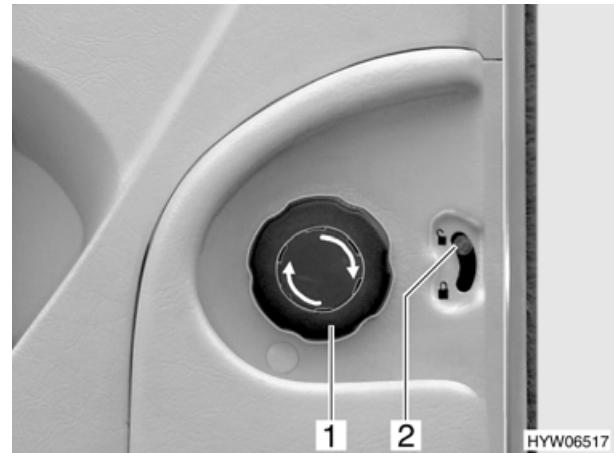

Fig. 23 Serratura della porta di ingresso, lato interno
- Girare la manopola (Fig. 23,1) nella direzione indicata dalla freccia. La serratura della porta si sblocca.
- Spingere il bottone di sicurezza (Fig. 23,2) in basso.